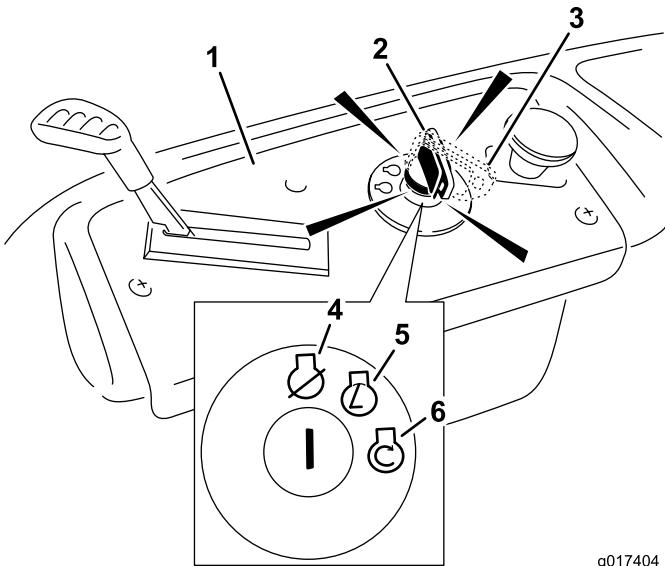

Figura 14
4. Rode a chave da ignição para a posição Start para ligar o arrancador (Figura 14).
5. Depois de o motor arrancar, empurre a alavanca do estrangulador do ar (Figura 14).
3. Desligue a chave da ignição (Figura 14) e retire a chave.